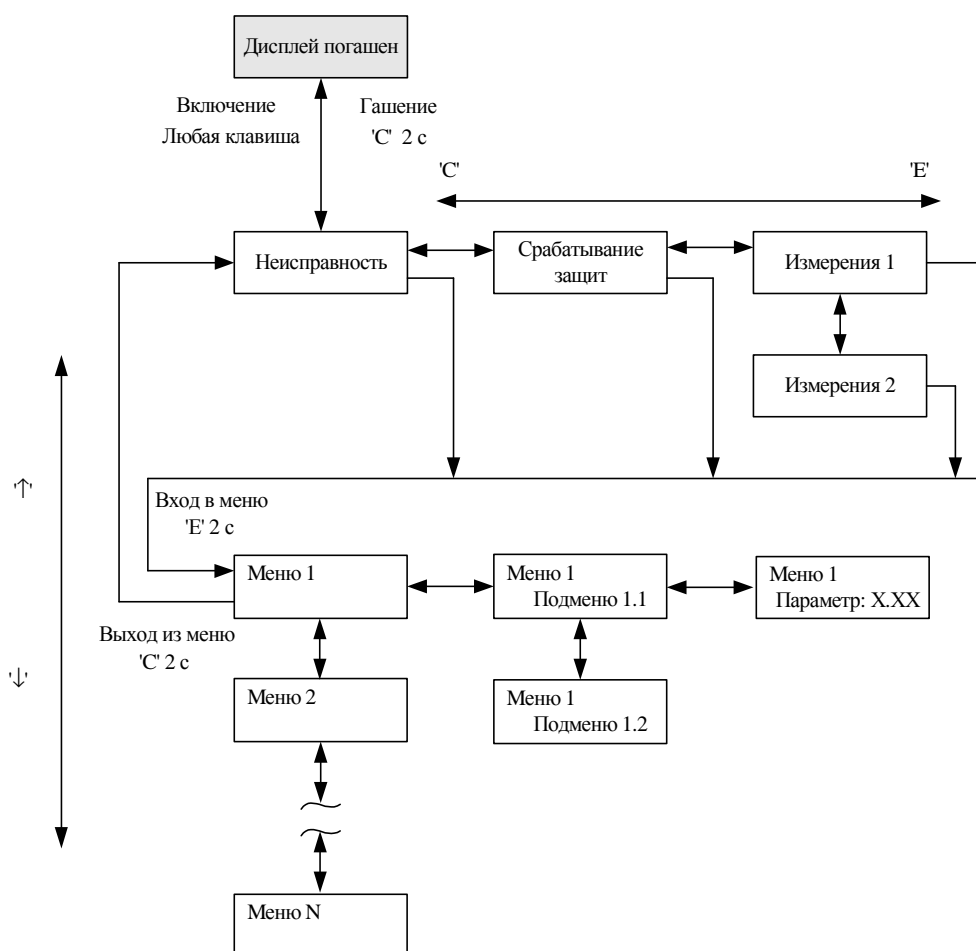

Рис. 2.4.1. Действия, осуществляемые кнопками, при движении по меню
2.4.2.2 Назначение кнопок управления при передвижении по меню устройств отражены на Рис. 2.4.1 и в Табл. 2.4.1.